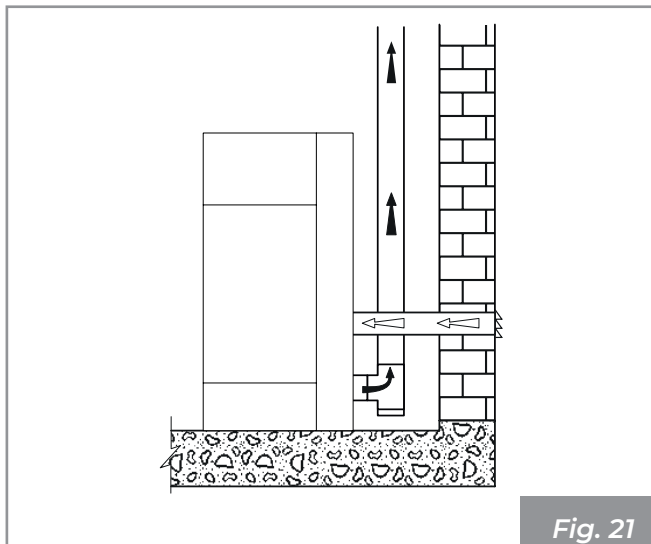

Fig. 21
- provenire direttamente dall'esterno con collegamento diretto alla camera di combustione (**Fig. 18 - Fig. 21**).
- collegare l'ingresso dell'aria comburente dell'apparecchio alla presa d'aria con un apposito condotto (**Fig. 20 - Fig. 21**).